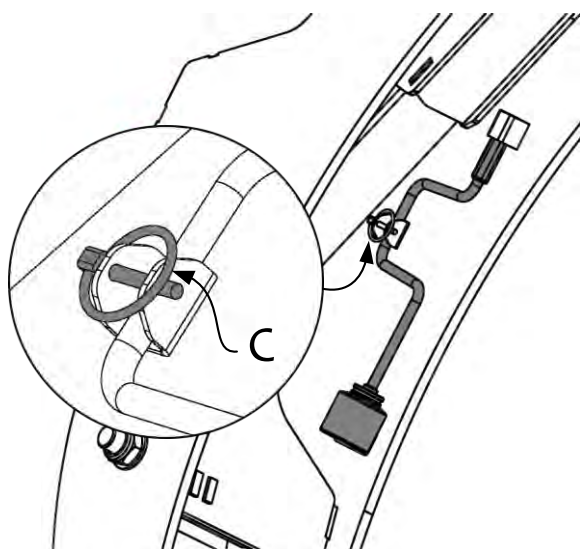

Fig. 2
2. Ta bort sprinten (se detaljbild i fig. 2) från inställningsveven (C)
3. Ta bort justeringsveven (C) från apparaten (Fig. 2)
4. Vrid låsklaffen (D) uppåt med hjälp av justerskruven (E)